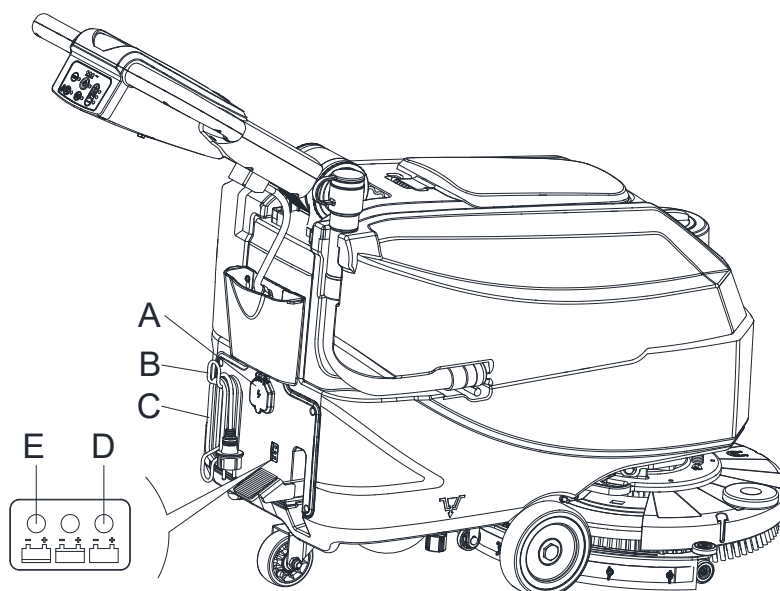

Figure 13
9. Branchez le câble du chargeur de batterie (C, Figure 13) sur le secteur (A) la tension et la fréquence du secteur doivent être compatibles avec les valeurs du chargeur de batterie indiquées sur la plaque de numéro de série de la machine (41, Figure 2). Lorsque le chargeur de batterie est branché sur le secteur, toutes les fonctions de la machine sont automatiquement coupées. Si le voyant d'avertissement rouge (E) du panneau de commande du chargeur de batterie reste allumé, cela signifie que le chargeur de batterie charge les batteries.
10. Lorsque le voyant d'avertissement vert (D) s'allume, la charge des batteries est terminée.
11. Une fois terminée la charge de la batterie, débranchez le câble du chargeur de batterie (C) de l'alimentation électrique (A) et enroulez-le autour de son boîtier (B).